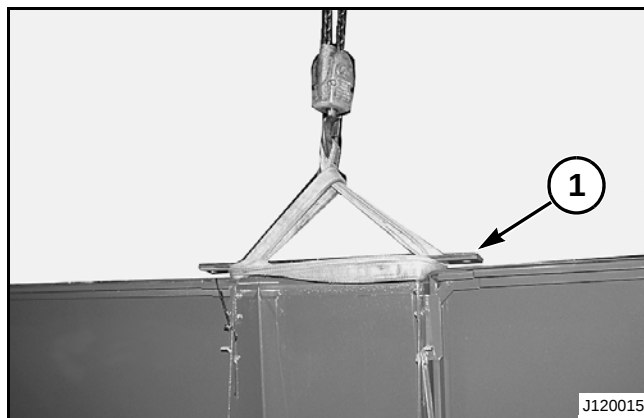

FIG. 2
FIG. 2: Conecte una grúa al soporte central delantero del blindaje (1) del cabezal. Este soporte está diseñado para ser usado al bajar el cabezal. Usando la grúa, baje el cabezal de la posición de despacho a la posición de operación en el suelo. Desconecte la grúa.